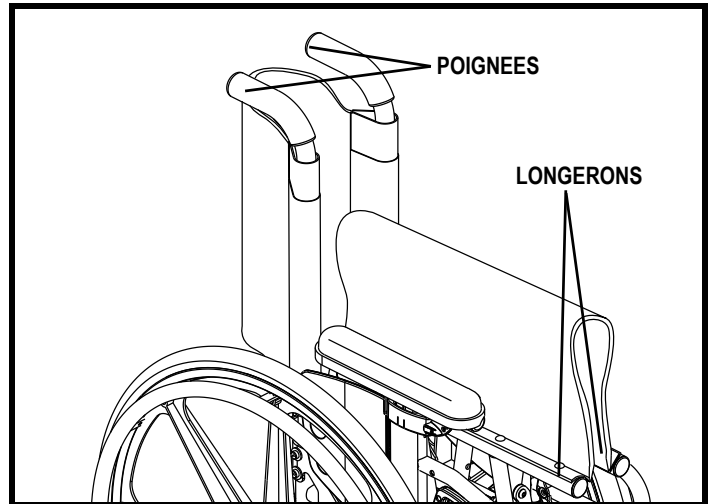

Figure 9. Points de manipulation
2. D'une seule main, attrapez les deux poignées et comprimez-les ensemble. Voir la figure 9.